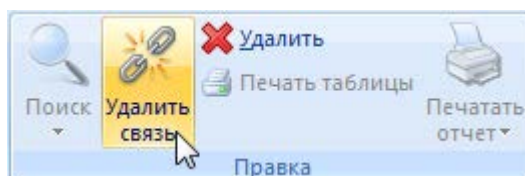

Рис. 13-433 – Кнопка «Удалить связь» панели «Правка»
4) Нажать кнопку «Удалить связь» панели «Правка» (рис. 13-433).